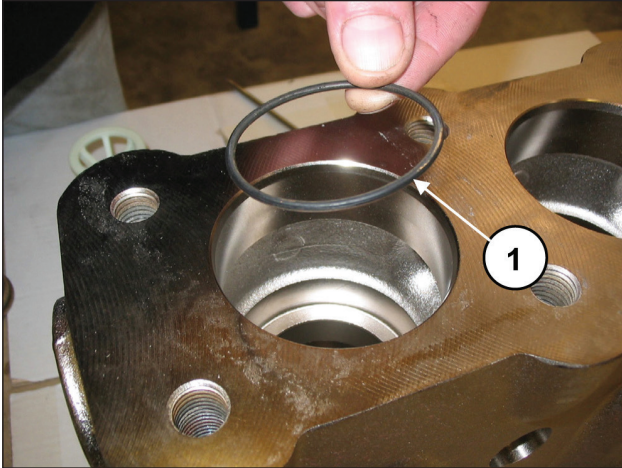

Fig. 103
Insira o O-ring, pos. de explosão nº. 5 (pos. ①, Fig. 103).